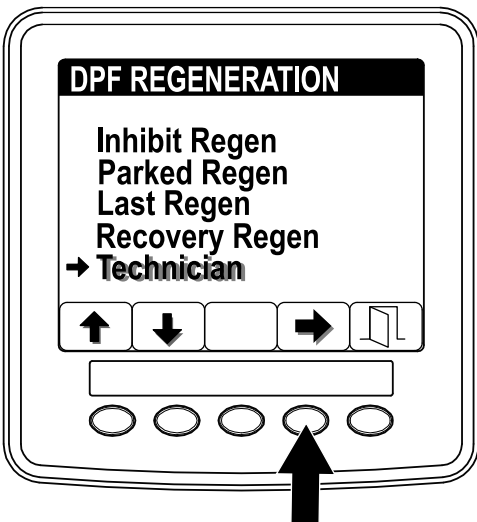

Figure 38
- Ouvrez le menu DPF Regeneration, appuyez sur le bouton 1 ou 2 et naviguez jusqu'à l'option TECHNICIAN (technicien) (Figure 38).
- Appuyez sur le bouton 4 pour sélectionner l'option Technician (Figure 38).